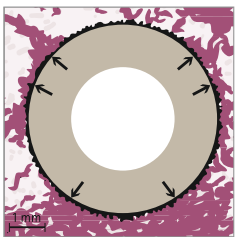

Abb. 1
- PlasmaporeXP Beschichtung ermöglicht klare Abgrenzung der Konturen des Implantats während der Bildgebung (Abb. 1)